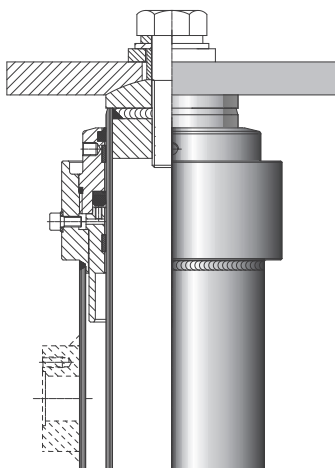

Fig.3 Testa cilindro diretto con snodo sferico
- Il cilindro diretto laterale è appoggiato direttamente sul fondo della fossa. La testa dello stelo è fornita con uno snodo sferico (Fig. 3) per poter agganciare l'arcata in modo flessibile senza trasmettere movimenti. Lo snodo sferico deve essere ingrassato prima di fissare la piastra all'arcata.
I cilindri diretti centrali sono forniti con una piastra superiore a snodo sferico (vedi Fig. 3) e con una piastra di appoggio intermedia, che per i cilindri telescopici è anche snodata. La parte di cilindro al di sotto della piastra intermedia è protetta con una speciale vernice anticorrosione.